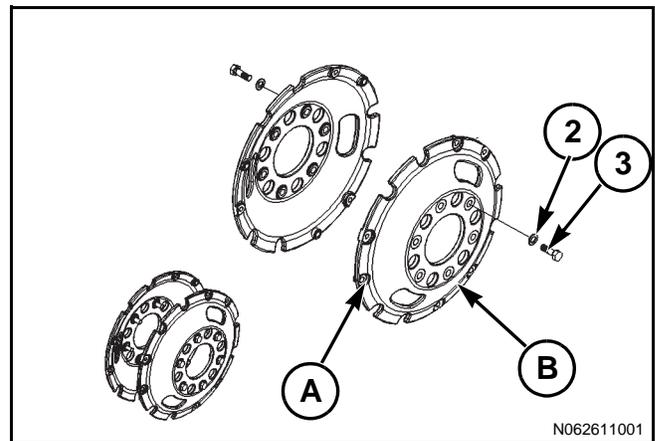

FIG. 224
FIG. 224: Use seis arandelas (2) y seis pernos (3) para montar el peso de polea de guía base (A). Apriete los pernos (3) a un par de apriete de 900 Nm (670 lbf pie). El peso de polea de guía auxiliar se monta en la ubicación (C).